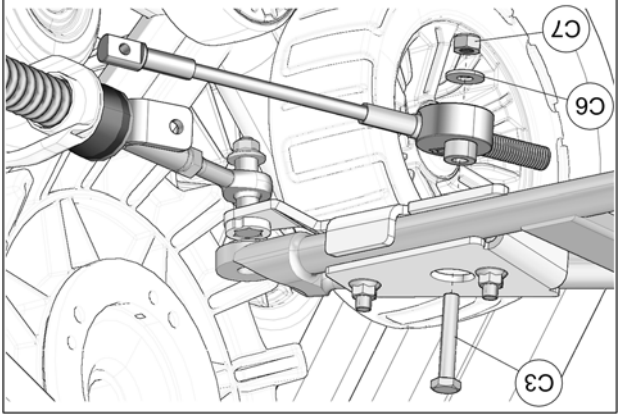

Fig. 25
13. Insérer le boulon (C3) par l'ouverture du couveret d'ancrage, dans le trou central de l'ancrage. Positionner le disque en aluminium du limiteur de conduite au boulon (C3). Utiliser la rondelle (C6) et l'écran (C7) pour fixer le limiteur de conduite en place. Serrer l'écran à un couple de 50 N•m [37 lb•pi]. Voir la Fig. 25